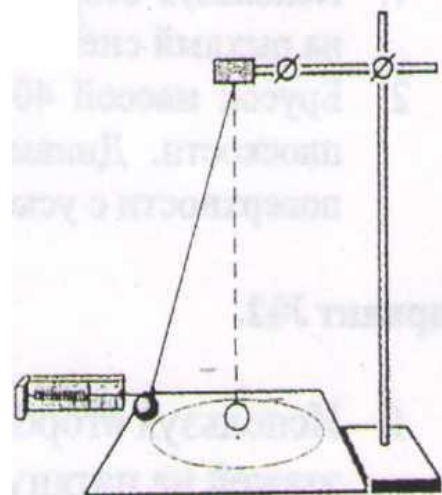

рис.3
Во-вторых, модуль составляющей \vec{F}_1 можно измерить динамометром. Для этого оттягиваем горизонтально расположенным динамометром шарик на расстояние, равное радиусу R окружности (рис.3), и определяем показания динамометра. При этом сила упругости пружины уравнивает составляющую F_1 .
1. Зарисуйте схему опыта (рис.3).